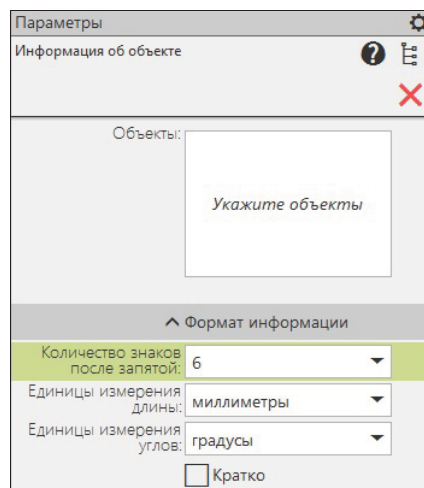

Рис. 23.17. Панель **Параметры: Информация об объекте**
- ◆ нажмите кнопку **Информации об объекте**. На панели **Параметры: Информация об объекте** (рис. 23.17) имеются следующие элементы ввода: